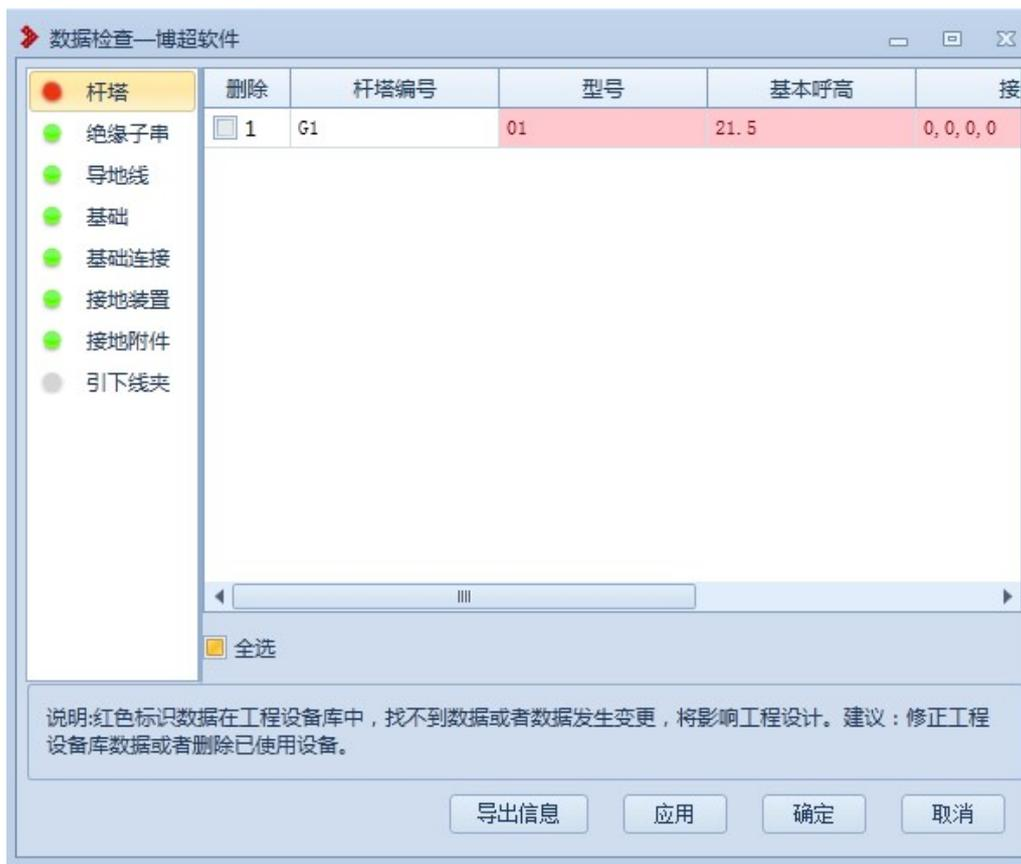

图 5.3- 1 数据检查
**数据检查**：数据检查用于检查当前激活方案线路工程中使用的设备关键数据，是否与工程设备库数据一致。数据不一致的情况下，对线路工程设计将造成影响。由用户手动修改工程设备库信息或者删除当前工程使用的设备。如图 5.3- 1 所示：